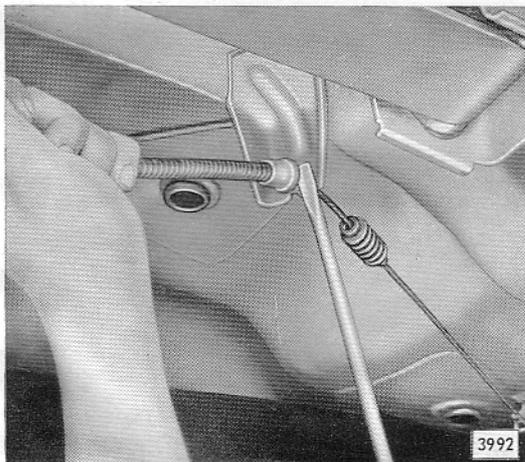

Bild 3 - Druckschlauch mit Fassung aus Halter am Wagenboden herausdrücken
2. Gummibalgl (2/2) von Fassung an Druckschlauch abziehen und nach vorn schieben. Druckschlauch mit Fassung mit Schraubenzieher aus Halter herausdrücken (Bild 3).